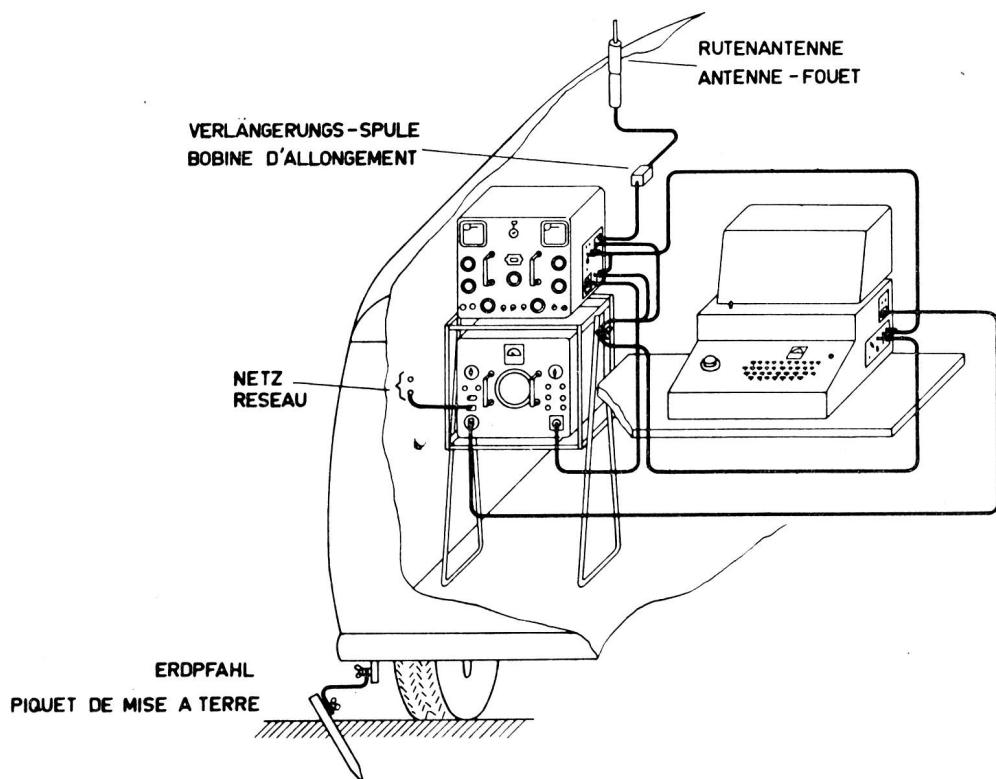

Fig. 30
- d) La Station montée dans la voiture en commande local avec KFF voir fig. 30